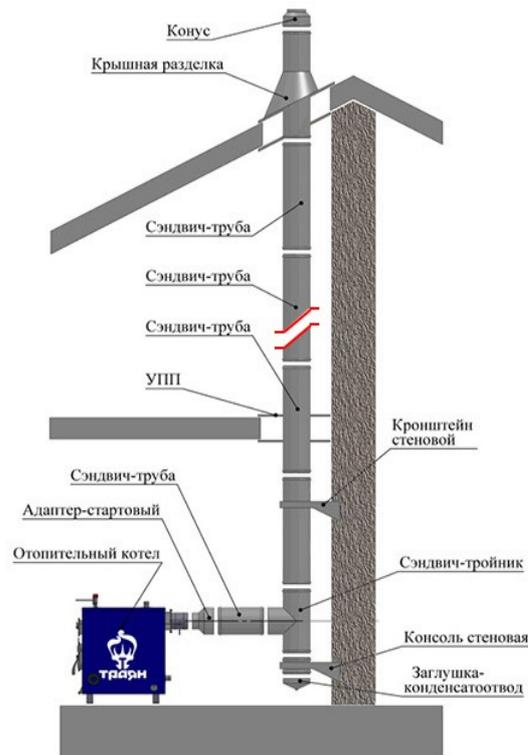

Рисунок 5- Установка через крышу здания
-через крышу здания (см. рис.5);